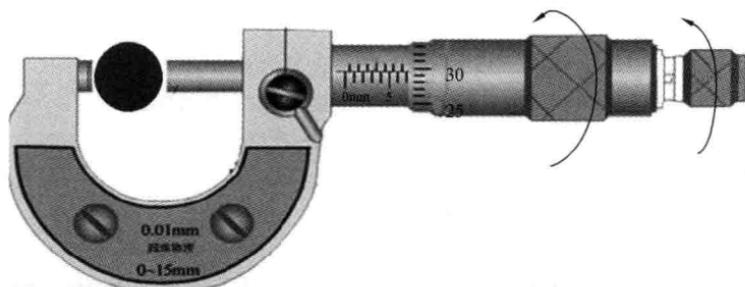

图 1-14 螺旋测微器的使用
(1) 用左手准确地握着螺旋测微器的尺架（平端或垂直），右手的两指旋转刻度套管。当两个测量面将要接近被测量件表面时，就不要直接旋转刻度套管，而只转动微调旋钮，以得到固定的测量力，直到虽然转动微调旋钮而刻度套管不再转动时，并听到微调旋钮发出“咔咔”声，即可读出测量值，读数方法参照游标卡尺，如图 1-14 所示。